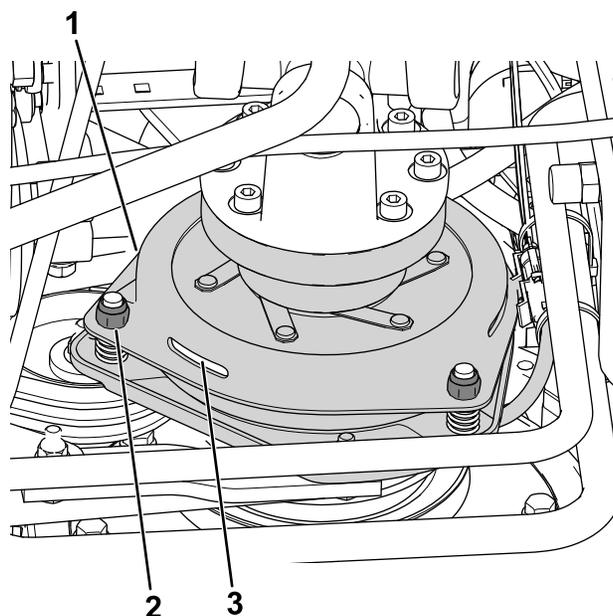

Рисунок 76
- Отрегулируйте зазор так, чтобы толщиномер на 0,3 мм мог проходить между накладкой муфты и фрикционной пластиной с легким усилием (Рисунок 76).
Примечание: Этот зазор можно уменьшить, поворачивая регулировочные гайки по часовой стрелке (Рисунок 76). Максимальный рабочий зазор составляет 0,6 мм. Отрегулируйте все 3 воздушных зазора так, чтобы они составляли 0,4 мм.